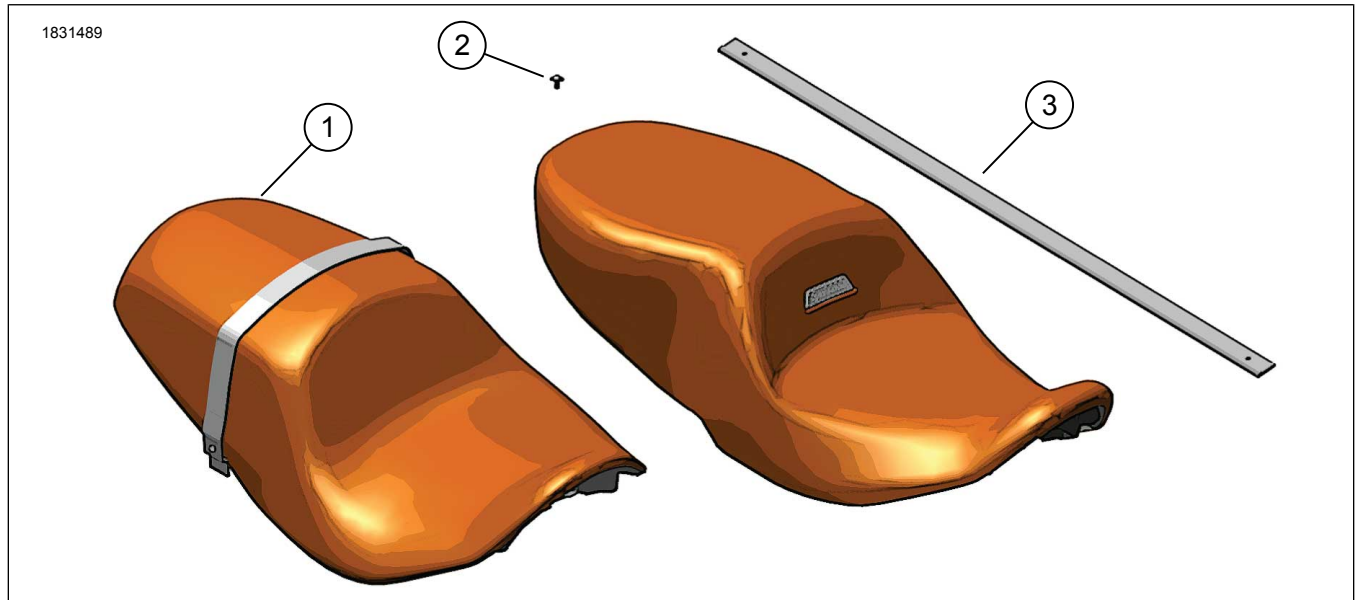

図1。キット内容: シート-ツーリング
5. 図1を参照してください。シートスクリュー(2)を取り付けます。締め付ける。